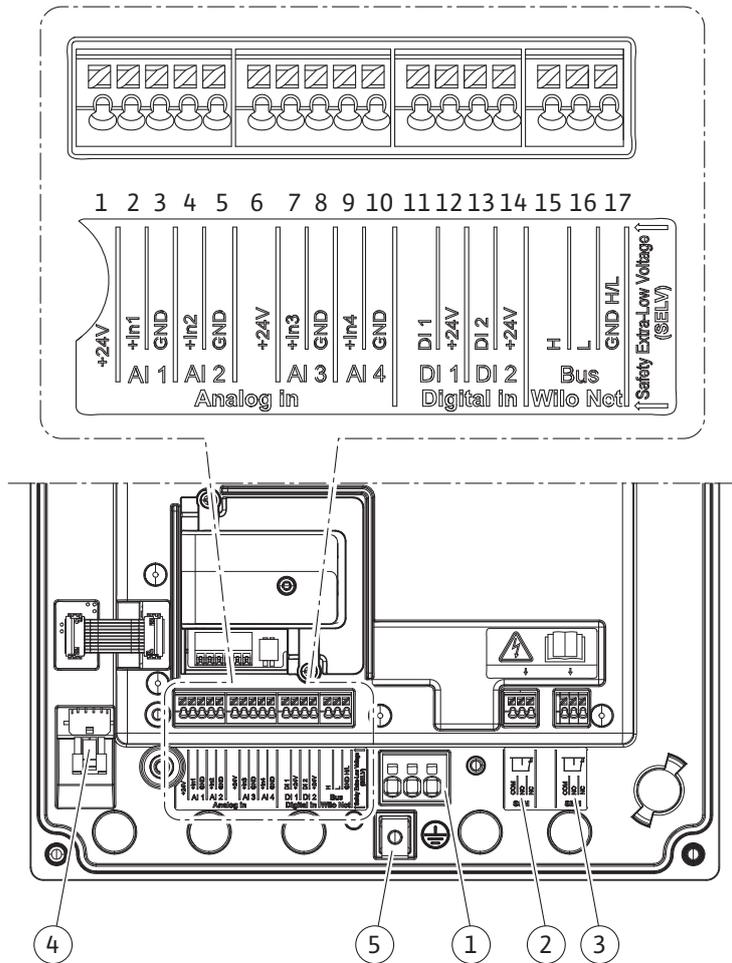

Fig. 19: Обзор клемм в модуле
4. Кабель электропитания нужно проводить через кабельный ввод M25 (Fig. 19, поз. 1). Затянуть кабельный ввод с предусмотренным моментом вращения.